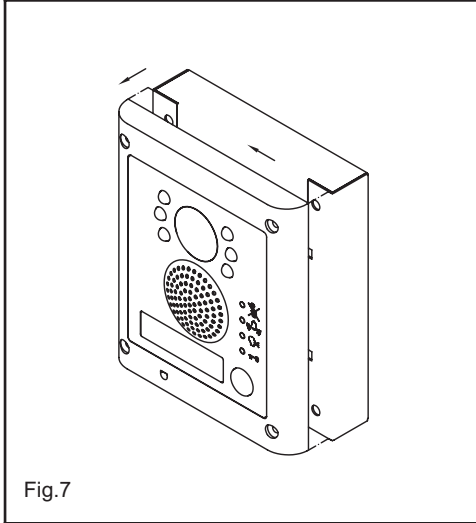

Fig.7
6. Retirez légèrement le module + support et déplacez-le en même temps vers la gauche (dans le sens des flèches fig. 7).